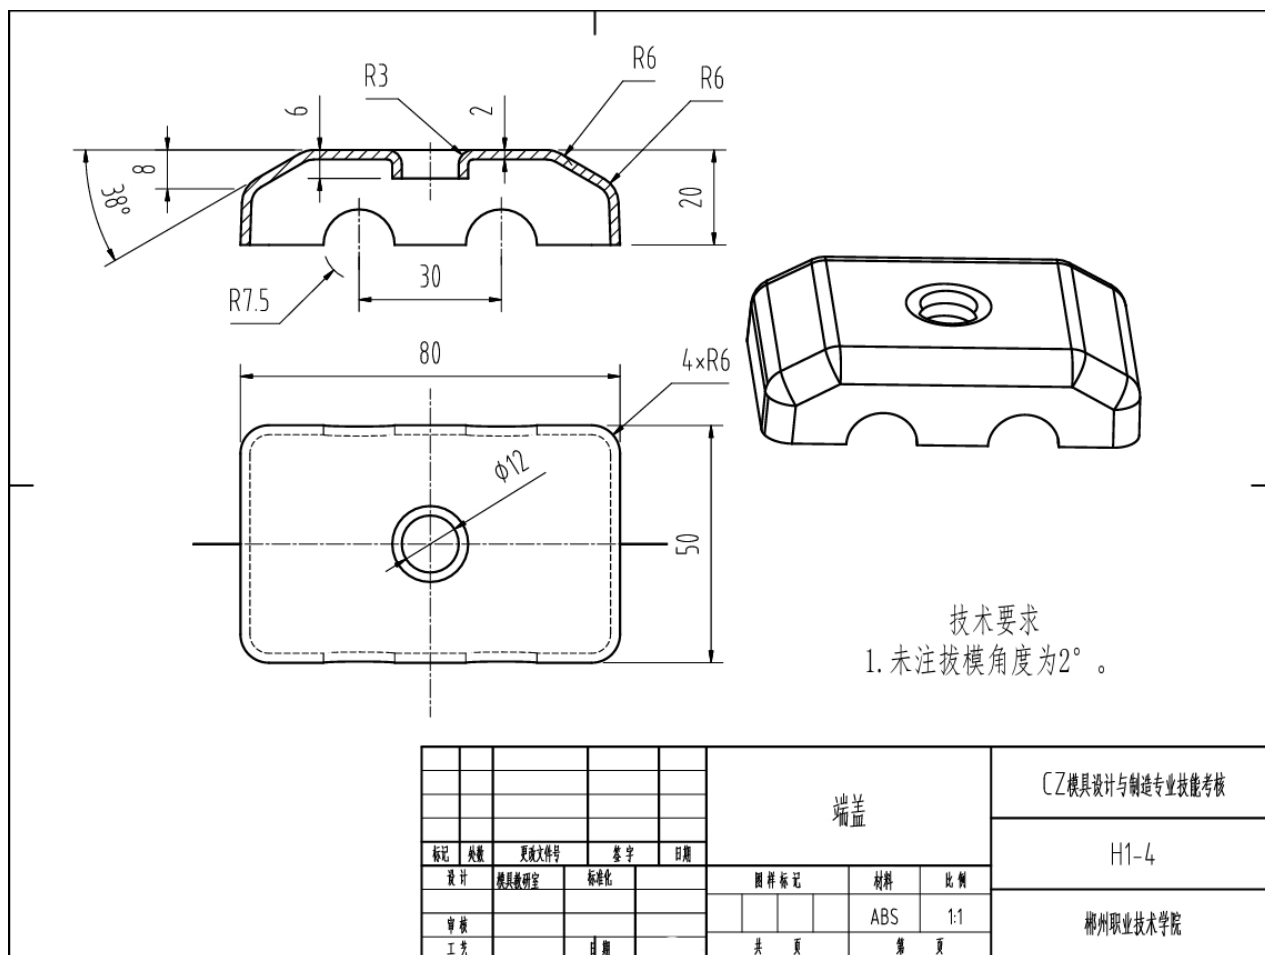

图 H1-4 端盖
- (1) 在F盘下建立考生文件夹，文件夹名称为“场次-工位号-ZM”。塑件三维造型及型腔、型芯设计所完成后的文件都存于此文件夹中；
- (2) 根据图H1-4要求，进行塑件三维造型设计，文件名称为3DSJ；